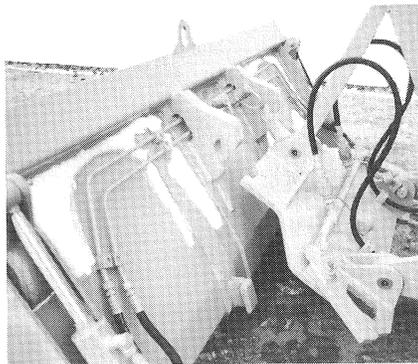

FIG. 23
- 1- Placer la flèche porte-godet dans sa position la plus basse. Faire pivoter le support de changement vers l'avant fig. 23.